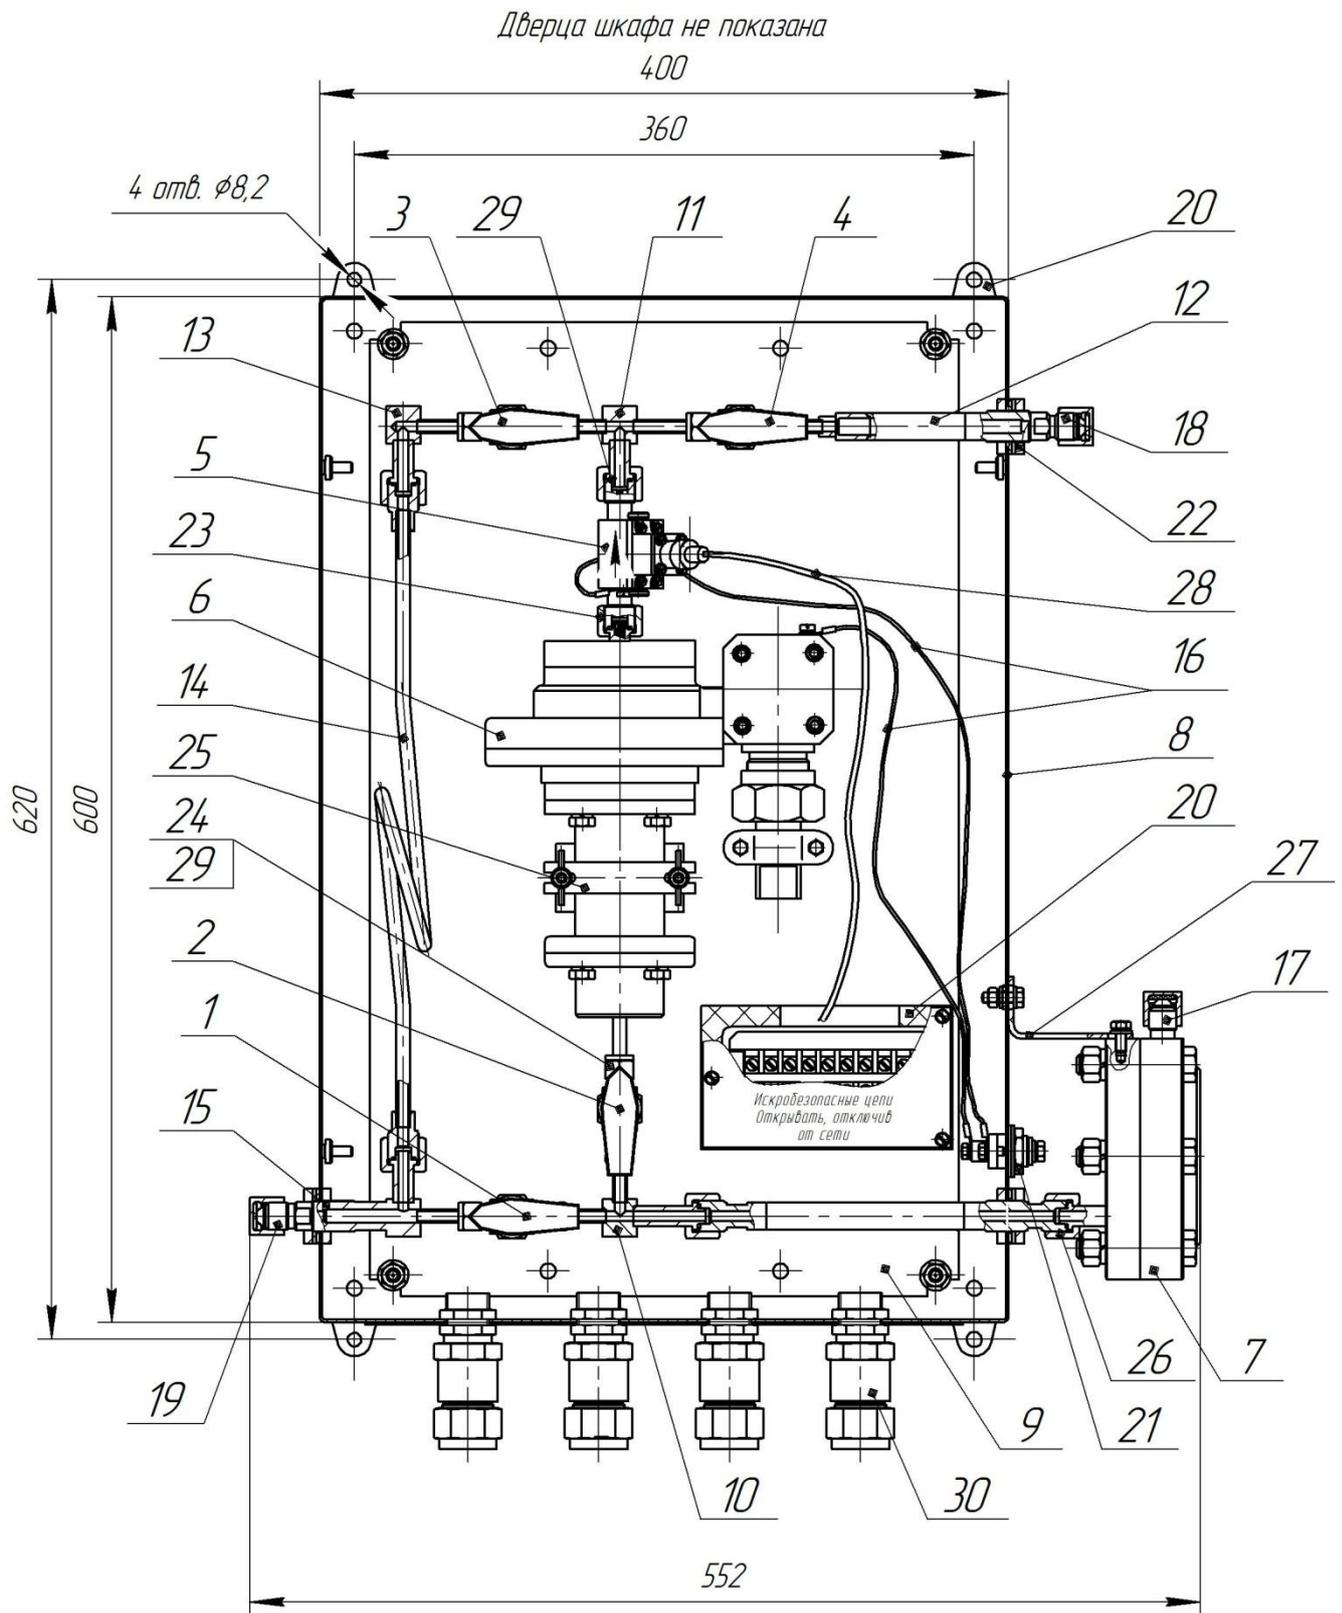

Рисунок 20 – Дозатор
3.1.5 Дозированную подачу одоранта обеспечивает плунжерный насос с электромагнитным приводом, схема и общий вид которого изображены на рисунке 22. В исходном состоянии плунжер 2 насоса, жестко соединенный с якорем 3, находится в нижнем положении (давление одоранта в полостях А и Б насоса одинаково). При подаче на электромагнит импульса напряжения от БЭУ происходит перемещение якоря с плунжером вверх. В результате перемещения плунжера в полости А увеличивается давление, при этом впускной шариковый клапан 6 закрывается, а выпускной клапан 4 открывается, и объемная доза одоранта через датчик подачи 5 (см. рисунок 20) и далее через выходной переходник 12 поступает в газовую магистраль. В полости Б возникает разрежение и происходит ее пополнение из расходной емкости. В исходное состояние плунжер с якорем возвращает пружина 5.